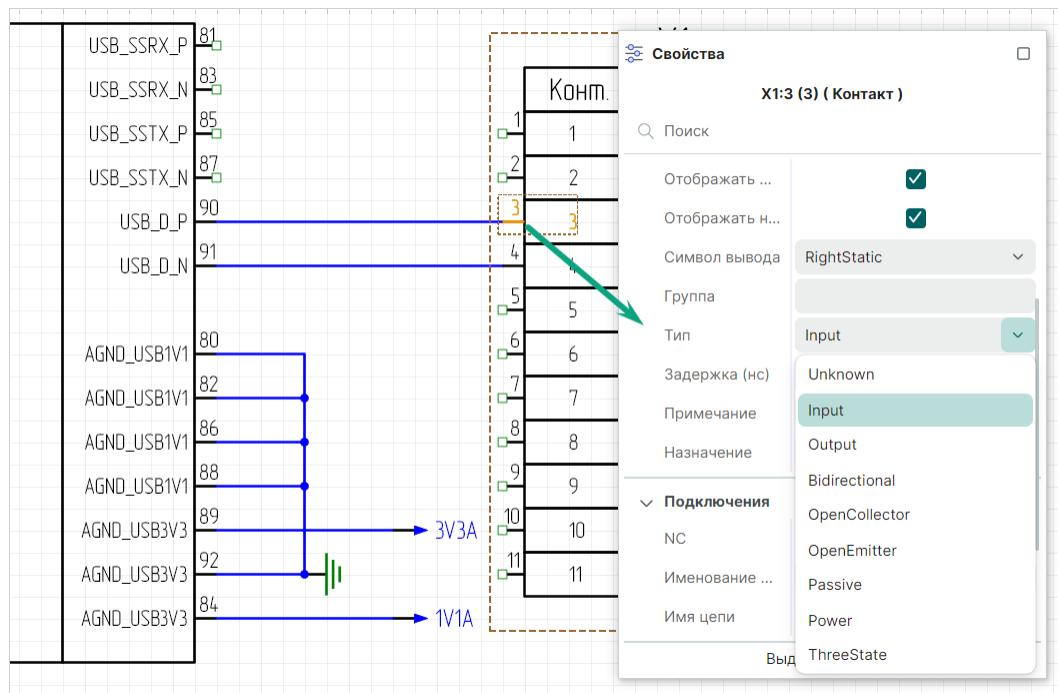

Рис. 140 Определение типа контакта элемента диффпарной цепи
4. В окне «Свойства» → «Вывод» → «Тип» выберите тип контакта Input, см. Рис. 140.